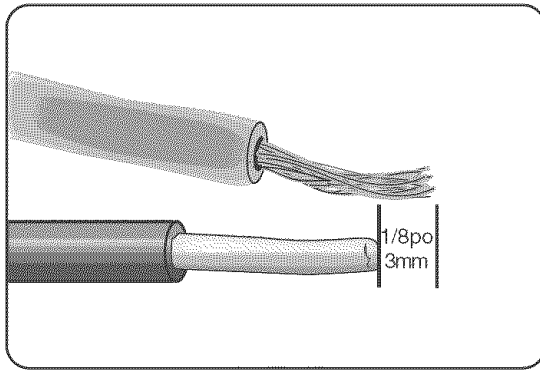

Figure 28
- Étirer les fils du lave-vaisselle de 1/8 po (3mm) loin des fils solides du câble d'alimentation, comme à la figure 28.